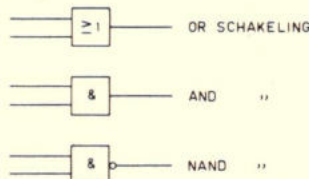

Fig. 11.
- De gebruikte symbolen zijn voorgesteld in fig. 11.